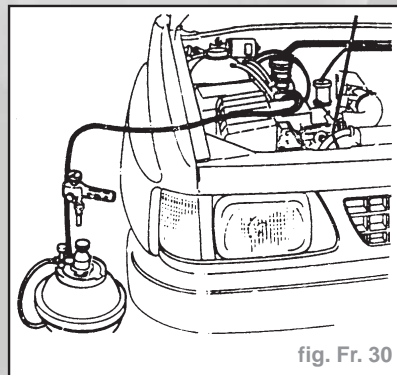

fig. Fr. 30
- Brancher l'équipement de purge au purgeur (fig. Fr. 30).